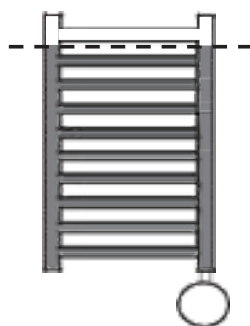

FIG. 4
- 6) Верните радиатор в вертикальное положение и проверьте внутренний уровень жидкости (рис.4).